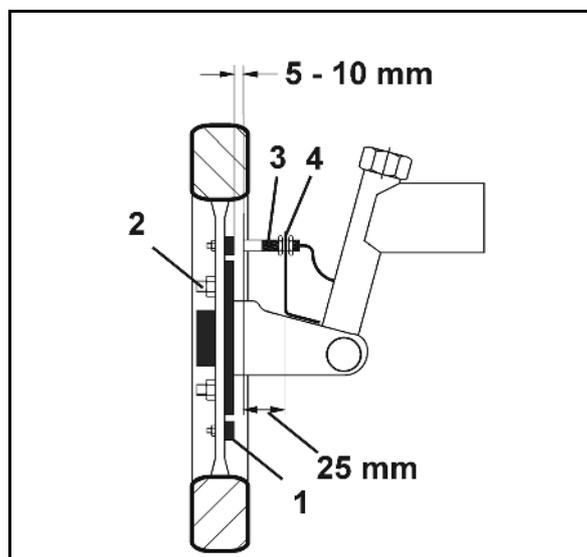

Fig. 74
1. Distribuya los imanes (Fig. 74/1) uniformemente sobre un círculo de agujeros en la concavidad de la rueda delantera del remolcador.
2. Monte los imanes (Fig. 74/1) con tornillos (Fig. 74/2) de material no magnético (tornillos de latón o de V4A).
4. Monte el sensor (Fig. 74/3) con soporte universal (Fig. 74/4) en el muñón del eje de la rueda delantera del remolcador – visto en dirección de marcha detrás del eje.